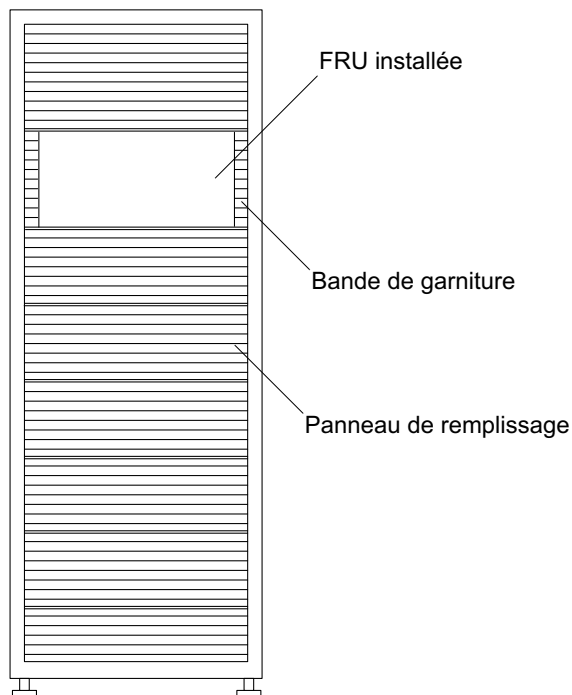

FIGURE 6-5 Emplacement des panneaux de remplissage et des bandes de garniture
5. Retirez le panneau de remplissage qui recouvre l'espace dans lequel vous allez installer la FRU (FIGURE 6-5).
9. Installation des bandes de garniture (FIGURE 6-5).
2. Retirez les bandes de garniture situées sur les côtés des FRU (FIGURE 6-5).
5. Si vous ne réinstallez pas de FRU, veillez à installer un panneau de remplissage sur l'emplacement précédemment occupé (FIGURE 6-5).